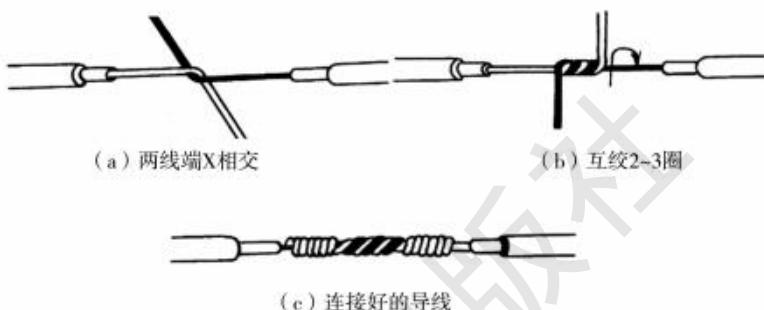

图1-2 单股铜芯线的直线连接
- 1) 把两根线头在离芯线根部的1/3处呈“×”状交叉，如图1-2(a)所示。
- 2) 把两线头如麻花状互相紧绞合2~3圈后将两线头扳起与主干线保持基本垂直，如图1-2(b)所示。
- 4) 另一端头的加工方法，按上述步骤第3)步操作。连接好的导线如图1-2(c)所示。